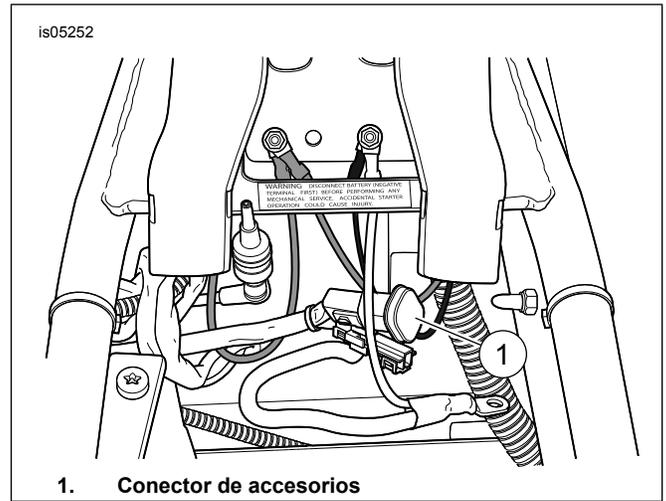

Figura 4. Conector de accesorios debajo del asiento
22. **Modelos Classic:** Vea Figura 4. Si es necesario, perforo un agujero en la parte inferior izquierda del Tour-Pak e instale una arandela aislante. Pase los cables de la luz de la rejilla a través de la arandela aislante.
23. Vea el apéndice eléctrico del Manual de servicio para instalar el receptáculo de terminales (8) en los cables de la luz de la rejilla e instalar los terminales en la caja del receptáculo de tres patillas (7) como sigue: